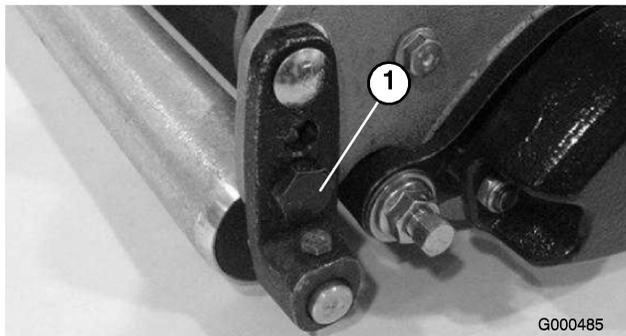

図 48
5. カッティングユニットとローラを上からしっかり押しつけた状態で、右下ローラ取り付けボルト（図 48）を回す。
このボルトは偏芯ボルトなので、回転させるとローラの高さが変わる。ボルトには、ローラの右端が移動方向を示す印が打ってある。図 48のように、ボルトの円弧の後ろ半分で調整するのが正しい。